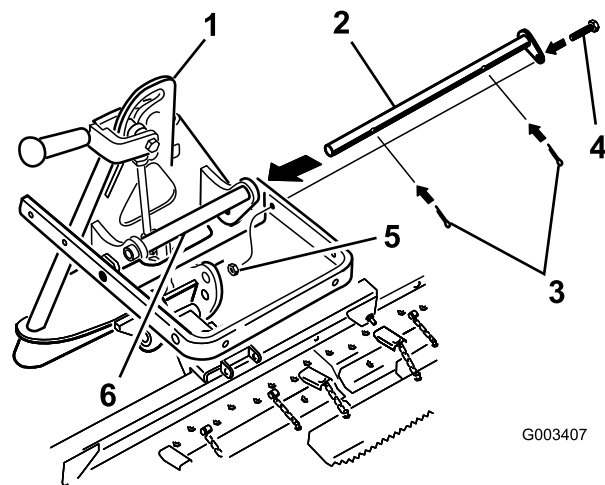

Figura 5
3. Fije la barra de giro con 2 pasadores de horquilla y un perno (3/8 x 1-1/4 pulgadas) (Figura 5).